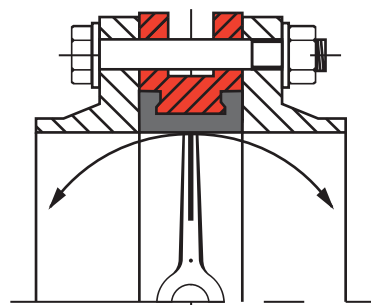

Рис. 3 (правильно)
- 3) Перед началом монтажа важно убедиться, что внутренний диаметр фланцев соответствует номинальному диаметру дискового поворотного затвора (рис. 3)